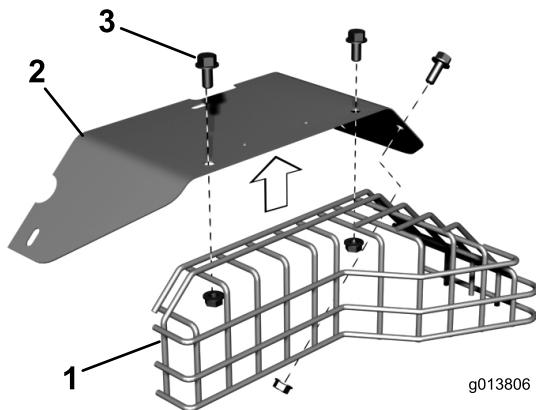

Figura 5
- Retire los 3 tornillos con arandela prensada y las tuercas con arandela prensada que sujetan el protector del silenciador al protector del tubo de escape (Figura 5). Guarde el protector del tubo de escape y 2 de los tornillos con arandela prensada y tuercas con arandela prensada.